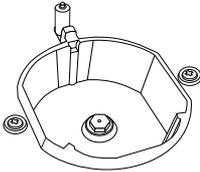

Figura 14
2. Rimuovere l'iniettore Figura 14 dal bruciatore con un estrattore speciale e installarne uno nuovo. Figura 15